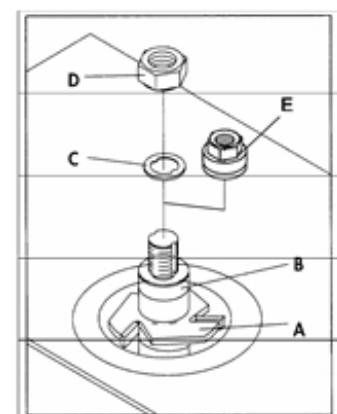

Рис. 3.22
2. Установите фрезерный инструмент (A) и прижимные кольца (B) на шпиндель, как показано на Рис. 3.22.
3. Установите стопорное кольцо (C) и закрутите гайку (D), используя прилагаемый ключ, и выключите блокировку шпинделя. Или затяните стопорную гайку/шайбу (E), используя прилагаемый ключ, и выключите блокировку шпинделя.
«ПРЕДУПРЕЖДЕНИЕ» Всегда помещайте стопорную шайбу (С) Рис. 3.22 на шпиндель перед закручиванием гайки (D). Стопорная шайба (С) предотвращает ослабление гайки (D) при вращении шпинделя против часовой стрелки.